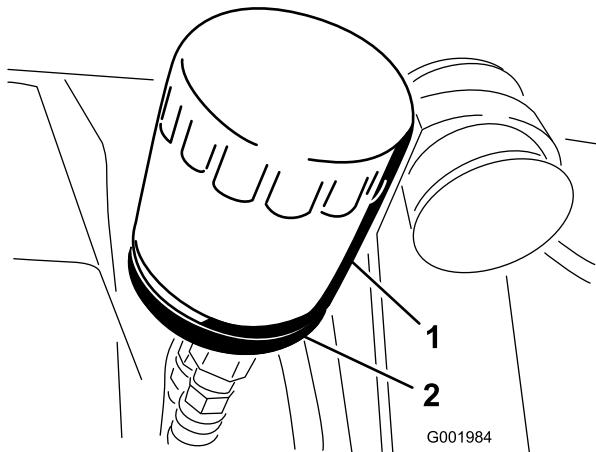

Figura 48
2. Retire o filtro do óleo (Figura 48).
5. Coloque o filtro de substituição no adaptador do filtro. Rode o filtro de óleo no sentido dos ponteiros do relógio até que a junta de borracha toque no adaptador do filtro e, em seguida, aperte o filtro mais 1/2 volta (Figura 48).